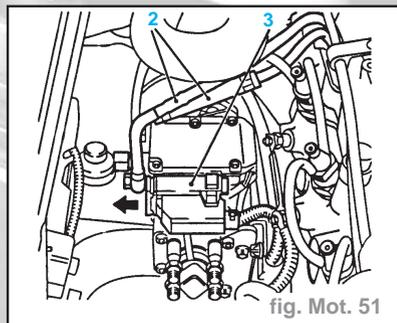

fig. Mot. 51
- Débrancher les conduites de carburant (2) de la pompe à injection. Veiller aux bagues d'étanchéité (fig. Mot. 51).